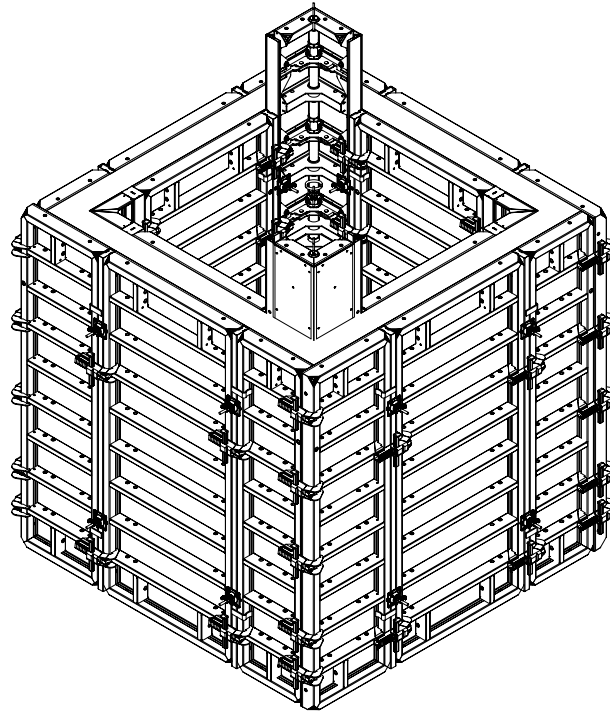

Fig. A17.10
- (Fig. A17.10 + A17.10a + A17.10b)